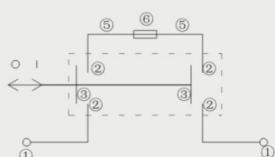

图1
4.1 主电路的结构示意图(见图1)由1接线端、2静触头、3动触头组、5熔断体座及6熔断体组成联结。每一个动触头组与上下两个静触头有二个断点，故每一极的主电路有上四个断点，从而保证了更换熔断体时的安全。